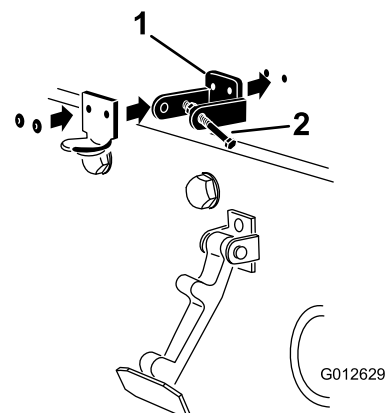

Figura 6
5. Remache el seguro de cierre, el cerradero y las arandelas al capó (Figura 6).